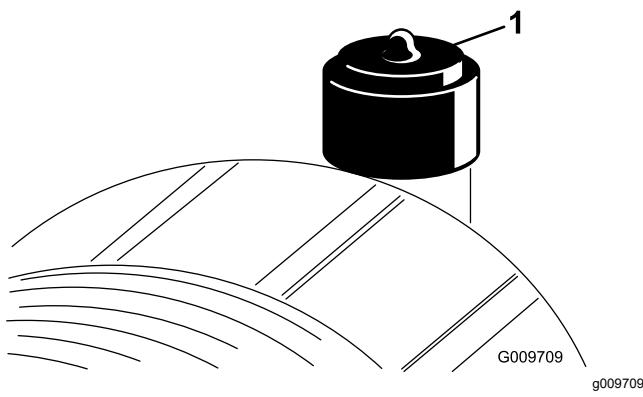

Bild 69
Warten Sie den Luftfilter nur, wenn die Wartungsanzeige dies angibt (Bild 69). Das frühzeitige Auswechseln des Luftfilters erhöht nur die Gefahr, dass Schmutz in den Motor gelangt, wenn Sie den Filter entfernen.
6. Stellen Sie die Anzeige (Bild 69) zurück, wenn sie auf Rot steht.